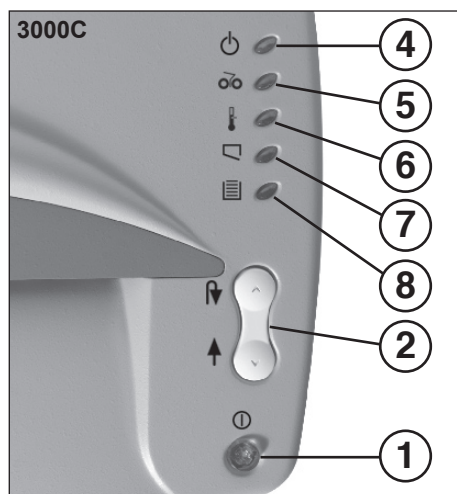

Abb. 1
- 1 = Druckschalter „Betriebsbereit“ (Abb. 1)**
- 2 = Wippschalter (Abb. 1) (Vorwärts / Rückwärts)**
- 4 = Kontroll-Anzeige „Betriebsbereit“ (Abb. 1)**
- 5 = Kontroll-Anzeige „Materialstau“ (Abb. 1)**
- 6 = Kontroll-Anzeige (Abb. 1) „Motorüberlastung“**
- 7 = Kontroll-Anzeige „Behälter fehlt“ (Abb. 1)**
- 8 = Kontroll-Anzeige (Abb. 1) „Behälter voll“ / „Rückwärtslauf“**
- Maschine am Druckschalter (1) (Abb. 1) einschalten. Die Kontroll-Anzeige (4) (Abb. 1) leuchtet auf.
**Hinweis:** Für die Zerkleinerung von lichtdurchlässigen Folien muss die Maschine von Hand auf Vorwärtslauf geschaltet werden (Wippschalter (1) (Abb. 1) in Stellung „↑“ schalten).
Ist der Auffangbehälter gefüllt schaltet die Maschine ab. Die Kontroll-Anzeige (8) (Abb. 1) leuchtet auf.
- Den Auffangbehälter von vorne entnehmen und den Inhalt entleeren. Die Kontroll-Anzeige (7) (Abb. 1) leuchtet auf.
Achten Sie darauf, daß das Gerät über Nacht ausgeschaltet ist (Druckschalter (1) (Abb. 1) betätigen).
- Die Kontroll-Anzeige (5) (Abb. 1) leuchtet auf.
- Wippschalter (1) (Abb. 1) kurz in Stellung „↑“ schalten.
- Die Kontroll-Anzeige (5) (Abb. 1) erlischt.